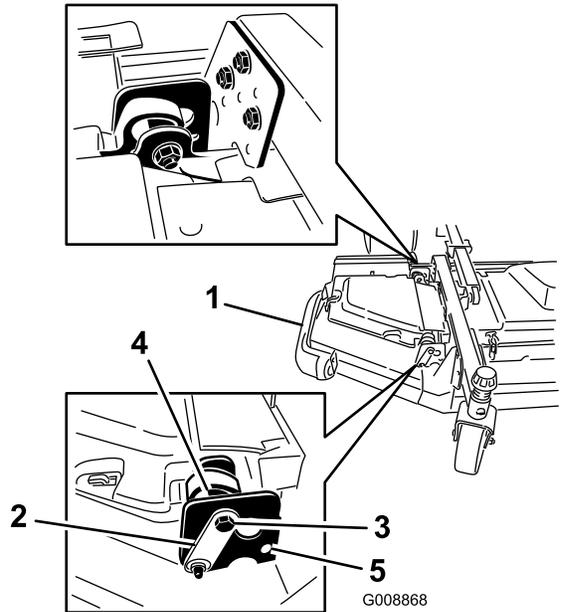

図 4
4. 前後のストップボルトを、上の穴と偏芯ナットに通す **図 4**。